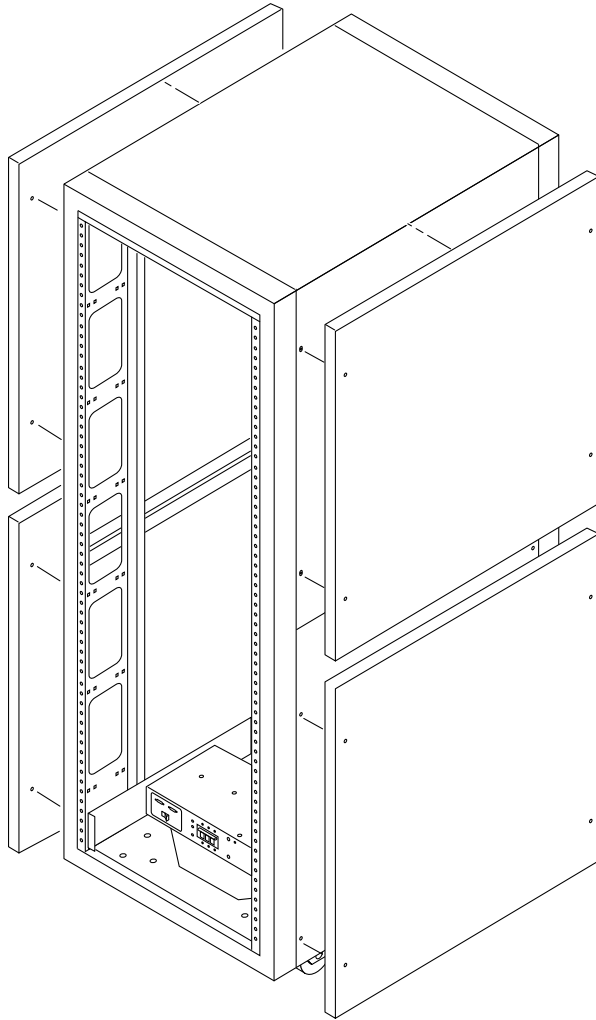

図 4-1 側面パネルの取り外しと取り付け
- 六角レンチを使って、システムにパネルを固定している 4 本の 1/4 インチ肩付きネジを緩め、システムからパネルを外します (図 4-1)。各パネルについて手順を繰り返します。
2. 六角レンチを使って 4 本の 1/4 インチ肩付きネジを締めて、パネルをシステムに固定します (図 4-1)。